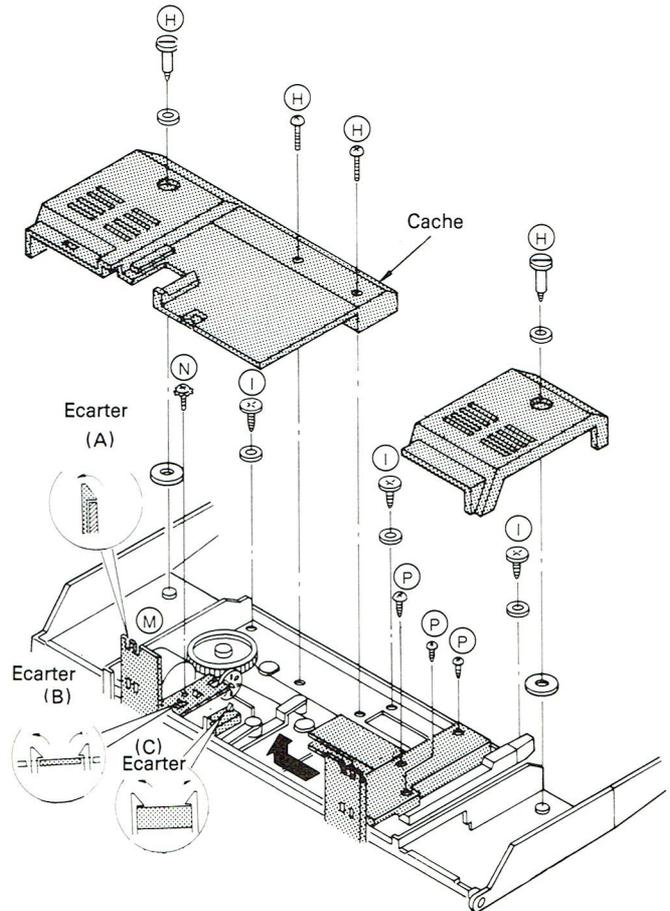

Fig. 3
1.5 Démontage du cache anti-poussière (Fig. 3 et 4)
1.6 Démontage du boîtier de protection du bras (Fig. 3 et 5)
- Défaire la fixation M et retirer le boîtier de protection du bras avec les charnières (Fig. 3)
1.7 Démontage du C.I. moteur (Fig. 3)
1.10 Remplacement du bras (Fig. 3, 8 et 9)
- Défaire les 3 vis P et retirer le boîtier de protection du bras dans le sens de la flèche (Fig. 3).